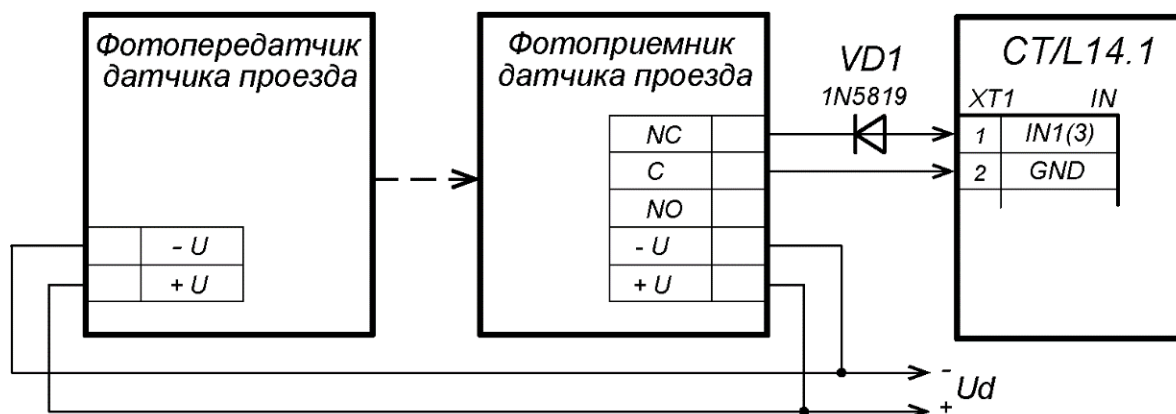

Рисунок 11. Пример схемы подключения датчиков проезда
4. ПДУ №1 (или устройство РУ) подключается к клеммной колодке **XT2** нижней платы контроллера согласно схеме, представленной на рис. 11. ПДУ №2 (или устройство РУ) подключается к клеммной колодке **XT10** нижней платы контроллера согласно схеме, представленной на рис. 11.
3. Датчик проезда подключается к клеммной колодке **XT1** нижней платы контроллера согласно схеме, представленной на рис. 11. Для подключения используйте тип кабеля №4 (см. табл. 3). При подключении нескольких датчиков их выходы включаются последовательно.